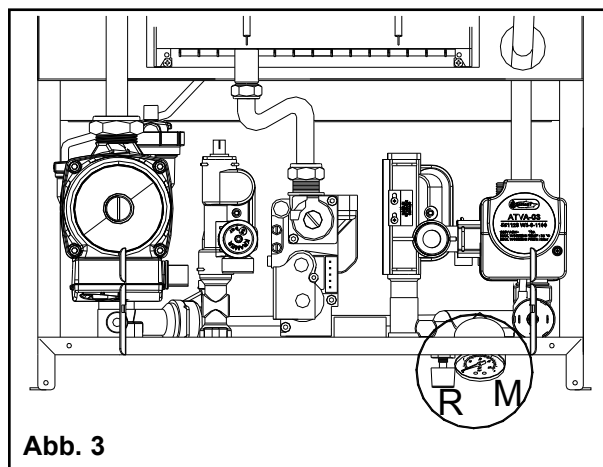

Abb. 3
**Bild 3)** Die Schablone entfernen und mit der Montage der Rohrleitungen für die Anschlüsse von Gas, Kaltwasser, Warmwasser, Heizungsvorlauf und Heizungsrücklauf fortfahren.
- Wenn am Manometer **[M]** (Abb. 3) der Druck von 1,5 bar erreicht ist, schließt man das Kaltwasser-Zulaufventil **[R]**.